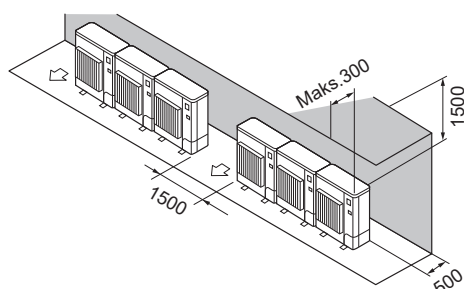

Fig. 2-14
(2) Kun forhindringer bagved og ovenover (Fig. 2-14)